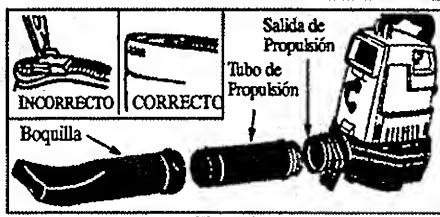

Figura 4
- Nunca ponga el motor en marcha sin haber instalado el equipo apropiado. Al usar el aparato como propelador, instale siempre los tubos de propulsión. Al usarlo como aspirador, instale siempre los tubos de aspiración y el juego de boquilla de aspiración. Asegúrese de que el cierre de la bolsa esté completamente cerrado como se ve en la Figura 4.
- Cierre el cierre de la bolsa. Asegúrese de que el cierre esté completamente cerrado y que la costura del cierre esté metida hacia adentro de la bolsa. Figura 4 (inserción).
- Retire el tubo de propulsión del motor. Figura 4.
- Nunca haga funcionar el aparato sin haber instalado el equipo apropiado. Al usar el aparato como propelso, instale siempre los tubos de propulsión. Al usar el aparato como aspirador, instale siempre los tubos y la bolsa de aspiración. Asegúrese de que el cierre de la bolsa de aspiración esté completamente cerrado como se ve en la Figura 4.